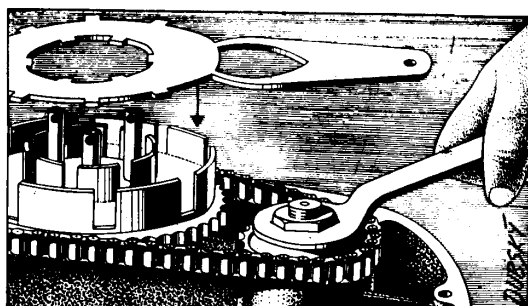

Bild 41-4. Låsning av kopplingen och lossning av kopplingsmuttern.
4. Lås kopplingen med verktyget S-5 och skruva av kopplingsmuttern och, om så behövs, även muttern till motordrevet med nyckel S-16 (bild 41-4).
7. Med universaldragaren S-51 dras motordrevet av. Med samma avdragare kan också utgående kedjedrevet tas av (bild 41-4 och 41-7).